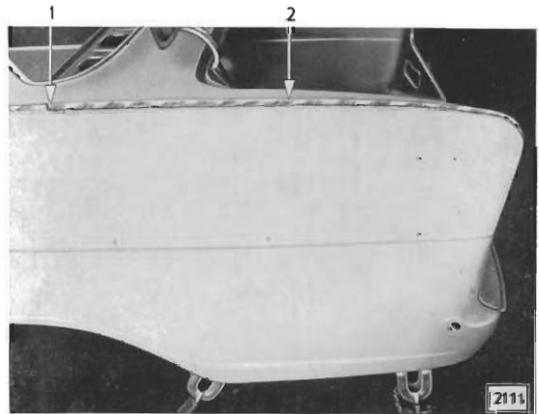

Bild 113 - Oberer Seitenwandflansch liegt an seitlicher Kofferraumverkleidung und Karosserierückwand
- 4 Seitenwand an seitliche Kofferraumverkleidung (siehe auch Bild 113)